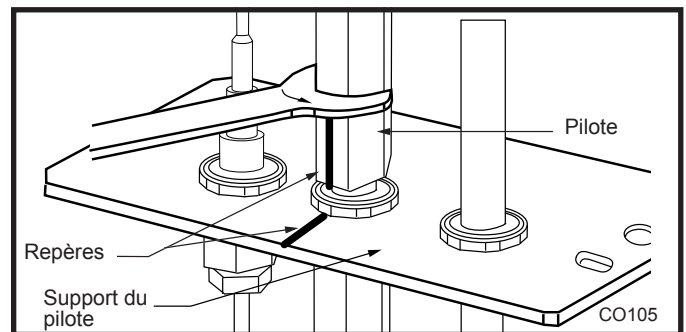

Fig. 76 Pour retirer le capuchon du pilote. (Votre pilote peut avoir une apparence différente).
- Desserrez le capot de la veilleuse en le tournant dans le sens contraire des aiguilles d'une montre au moyen d'une clé de 7/16po (Fig. 76). **REMARQUE:** Vous pouvez utiliser de l'huile pénétrante afin d'empêcher le grippage des filets du capot de la veilleuse.
2. Enlevez le devant du poêle en le soulevant, puis en le faisant basculer vers l'avant de manière à le détacher de son logement. (Fig. 76)